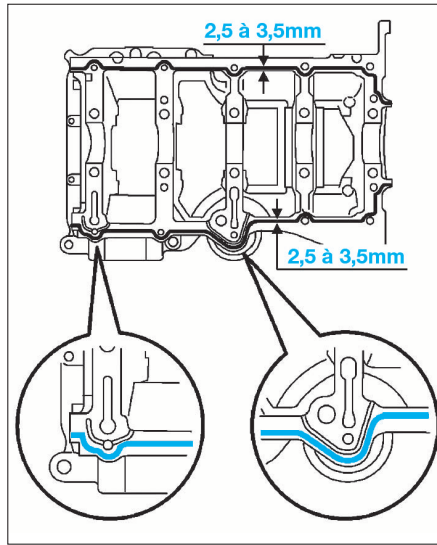

FIG. 70
- appliquer de la pâte d'étanchéité neuve d'une largeur de 2,5 à 3,5 mm sur le carter de chapeaux de palier de vilebrequin (fig. 70).